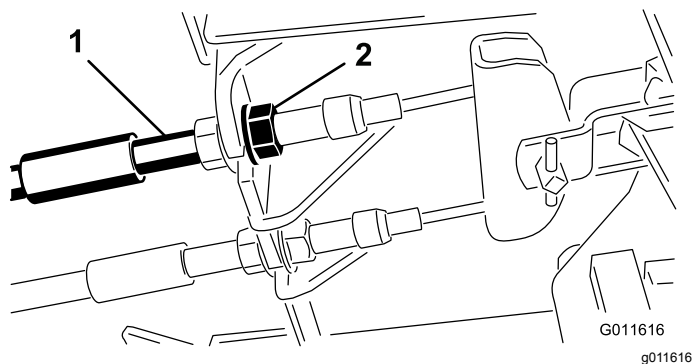

Bild 61
1. Ziehen Sie zum Reduzieren des Spiels der Bremspedale die Bremsen fester – lockern Sie dazu die vordere Mutter am Gewindeende des Bremszugs (Bild 61).